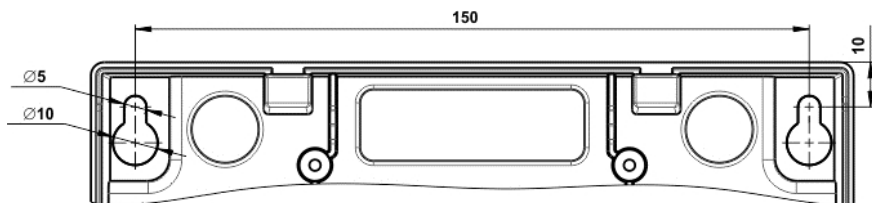

Рисунок 4 - Установочный чертёж корпуса прибора
- Σ Просверлить в стене два отверстия (разметка отверстий – см. Рисунок 4).